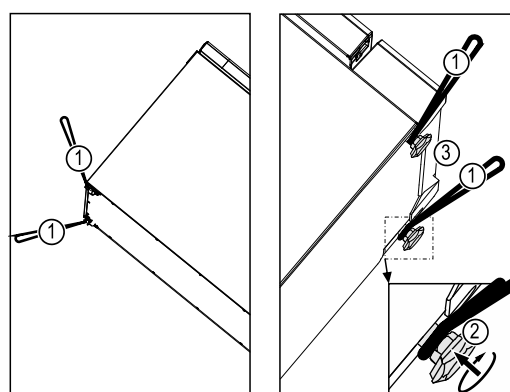

Fig. 6
- Vrid in justeringsfötterna *Fig. 6 (2)* på skåpet så att de undre transportremmarna kan användas.
- Använd alla fyra bärremmarna *Fig. 6 (1)*.